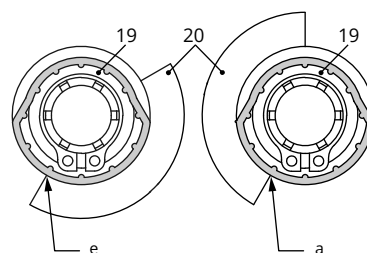

Bild 21: Schaltnocken und Schaltr ger
Die Schaltnocken (19) sind mit dem Nockenträger (20) und den Sicherungsringen (9) bereits zur Schaltnockeneinheit (21) vormontiert (vgl. Bild 21).
3. Befestigungsschrauben herausdrehen und Antriebsplatine (12) aus ihrer Führung heraus nach rechts schieben. Platine leicht anheben und weiter in Richtung Kabeldurchführung schieben.
4. Spindelzahnrad (2) auf die Lagerhülse (13) aufstecken und einrasten. Darauf achten, dass dabei die seitliche Arretierung in die Nut der Lagerhülse eingreift.
5. Zwischenrad (1) auf Dom 1 (11.1) aufstecken, dann Zackenring (3) aufsetzen und bis zum Anschlag herunterdrücken.
6. Distanzring (8) auf Dom 2 (11.2) aufstecken.
7. Spannfeder (4) so auf den entsprechenden Dom aufsetzen, dass der lange Schenkel der Feder zwischen den Mantelflächen Distanzring (8) und Zwischenrad (1) liegt.
8. Die beiden vormontierten Schaltnocken (19) mit dem Zahnkranz voran auf den Nockenträger (20) aufstecken.
9. Einstellzahnrad (18) auf ihre Dome stecken und mit je einer Schraube befestigen. Prüfen, ob sich die Einstellzahnrad leicht drehen lassen. Schraube andernfalls wieder geringfügig lösen.
10. Die beiden Schaltnocken (19) nach Bild 21 entsprechend der Stellung der Antriebsstange auf dem Nockenträger (20) verdrehen.